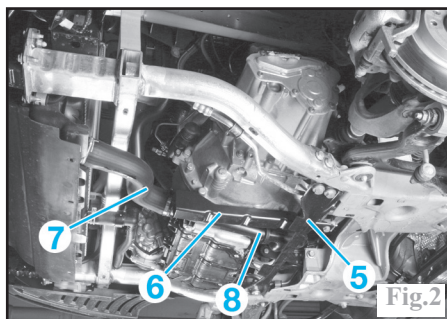

Fig.2
-la barre antirapprochement (5) du berceau (Fig.2).
-l'impacteur (6) sous la boîte de vitesses.